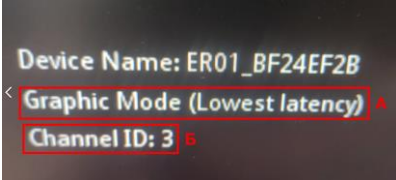

Рис.6 Отображение текущего канала сопряжения (Б) и режима отображения (А) на подключенном к приемнику мониторе.
Кроме того, на подключенном к приемнику мониторе текущий канал и режим отображения выводится в текстовом виде (см. рис.6)
- Одновременно удерживайте кнопки К2 и К3 до появления на экране монитора нужного диапазона каналов (Рис.6);